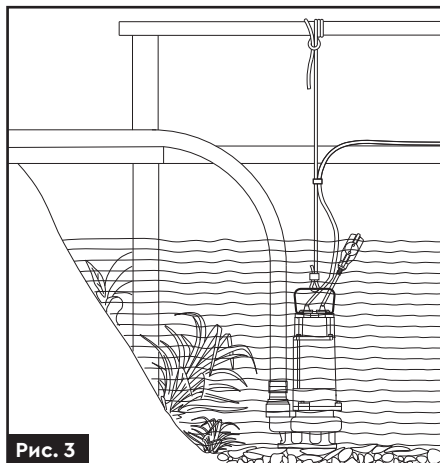

Рис. 3
- › При використанні шлангу або пластмасової труби в якості напірного трубопроводу, використовуйте запобіжний трос або ланцюг з некорозійного матеріалу (наприклад, з синтетичних волокон або з оцинкованої, нержавіючої сталі) для опускання, підйому, закріплення і переміщення насоса (рис. 3).